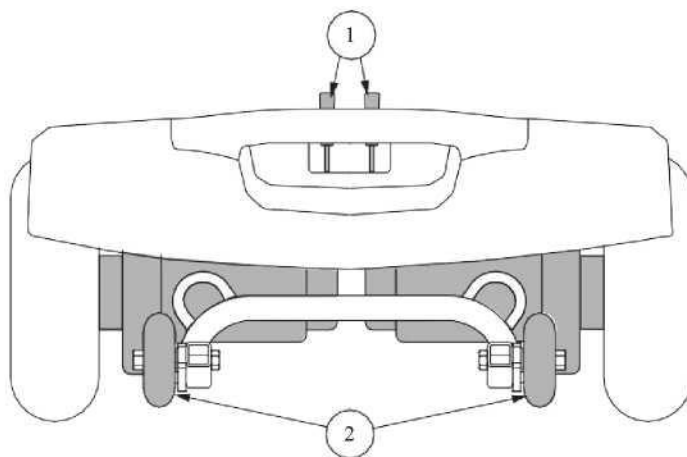

Abbildung 8. Heck-Komponenten
Für eine bequeme Handhabung verfügt Ihr Reisemobil am Motor über einen manuellen Freilaufhebel. Mit den manuellen Freilaufhebeln können Sie das Antriebssystem deaktivieren, um das Reisemobil manuell zu bewegen. **Siehe Abbildung 8.**
1. Der manuelle Freilaufhebel befinden sich am Heck des Elektromobils. **Siehe Abbildung 8.**